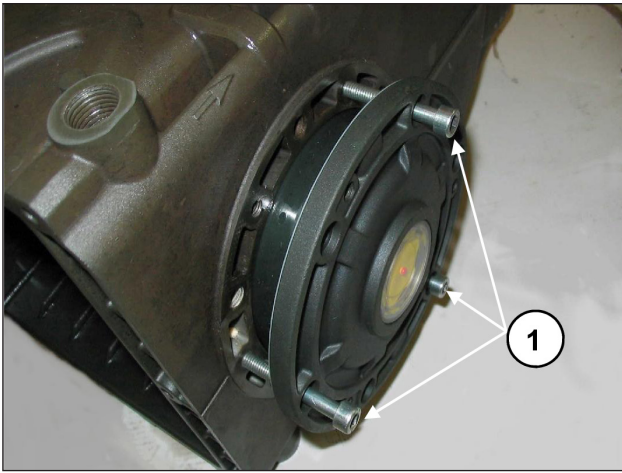

Fig. 8
Antes de montar as coberturas laterais, certifique-se da presença dos anéis circulares de estanqueidade em ambos os anéis de calço somente sobre a cobertura lateral da luz. Para facilitar a entrada da primeira seção e o relativo inserimento das tampas no cárter, é aconselhável o uso de três parafusos M6x40 parcialmente roscados, (Fig. 8, pos. ①) para depois completar a operação com os parafusos fornecidos (M6x18).